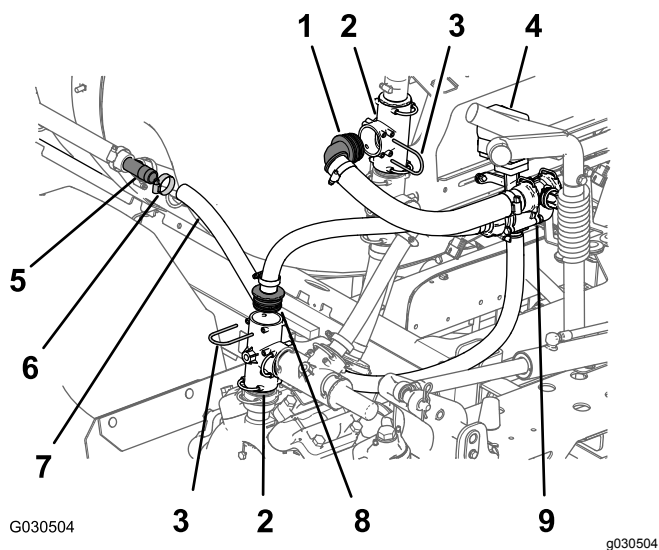

Figure 66
2. Sur le côté gauche de la cuve du pulvérisateur (à côté de l'aile arrière), déposez le collier et débranchez le flexible (diamètre intérieur 2,5 cm) du raccord en T cannelé sur la buse d'agitation à l'extrême arrière (Figure 66).
3. Sur l'orifice de sortie de la pompe de pulvérisation, retirez l'étrier et le raccord droit à emboîtement du raccord en T monté verticalement, comme montré à la Figure 66.
4. Sur le côté gauche du support de collecteur, retirez l'étrier et le raccord à 90° à emboîtement du raccord en T supérieur monté verticalement, comme montré à la Figure 66.